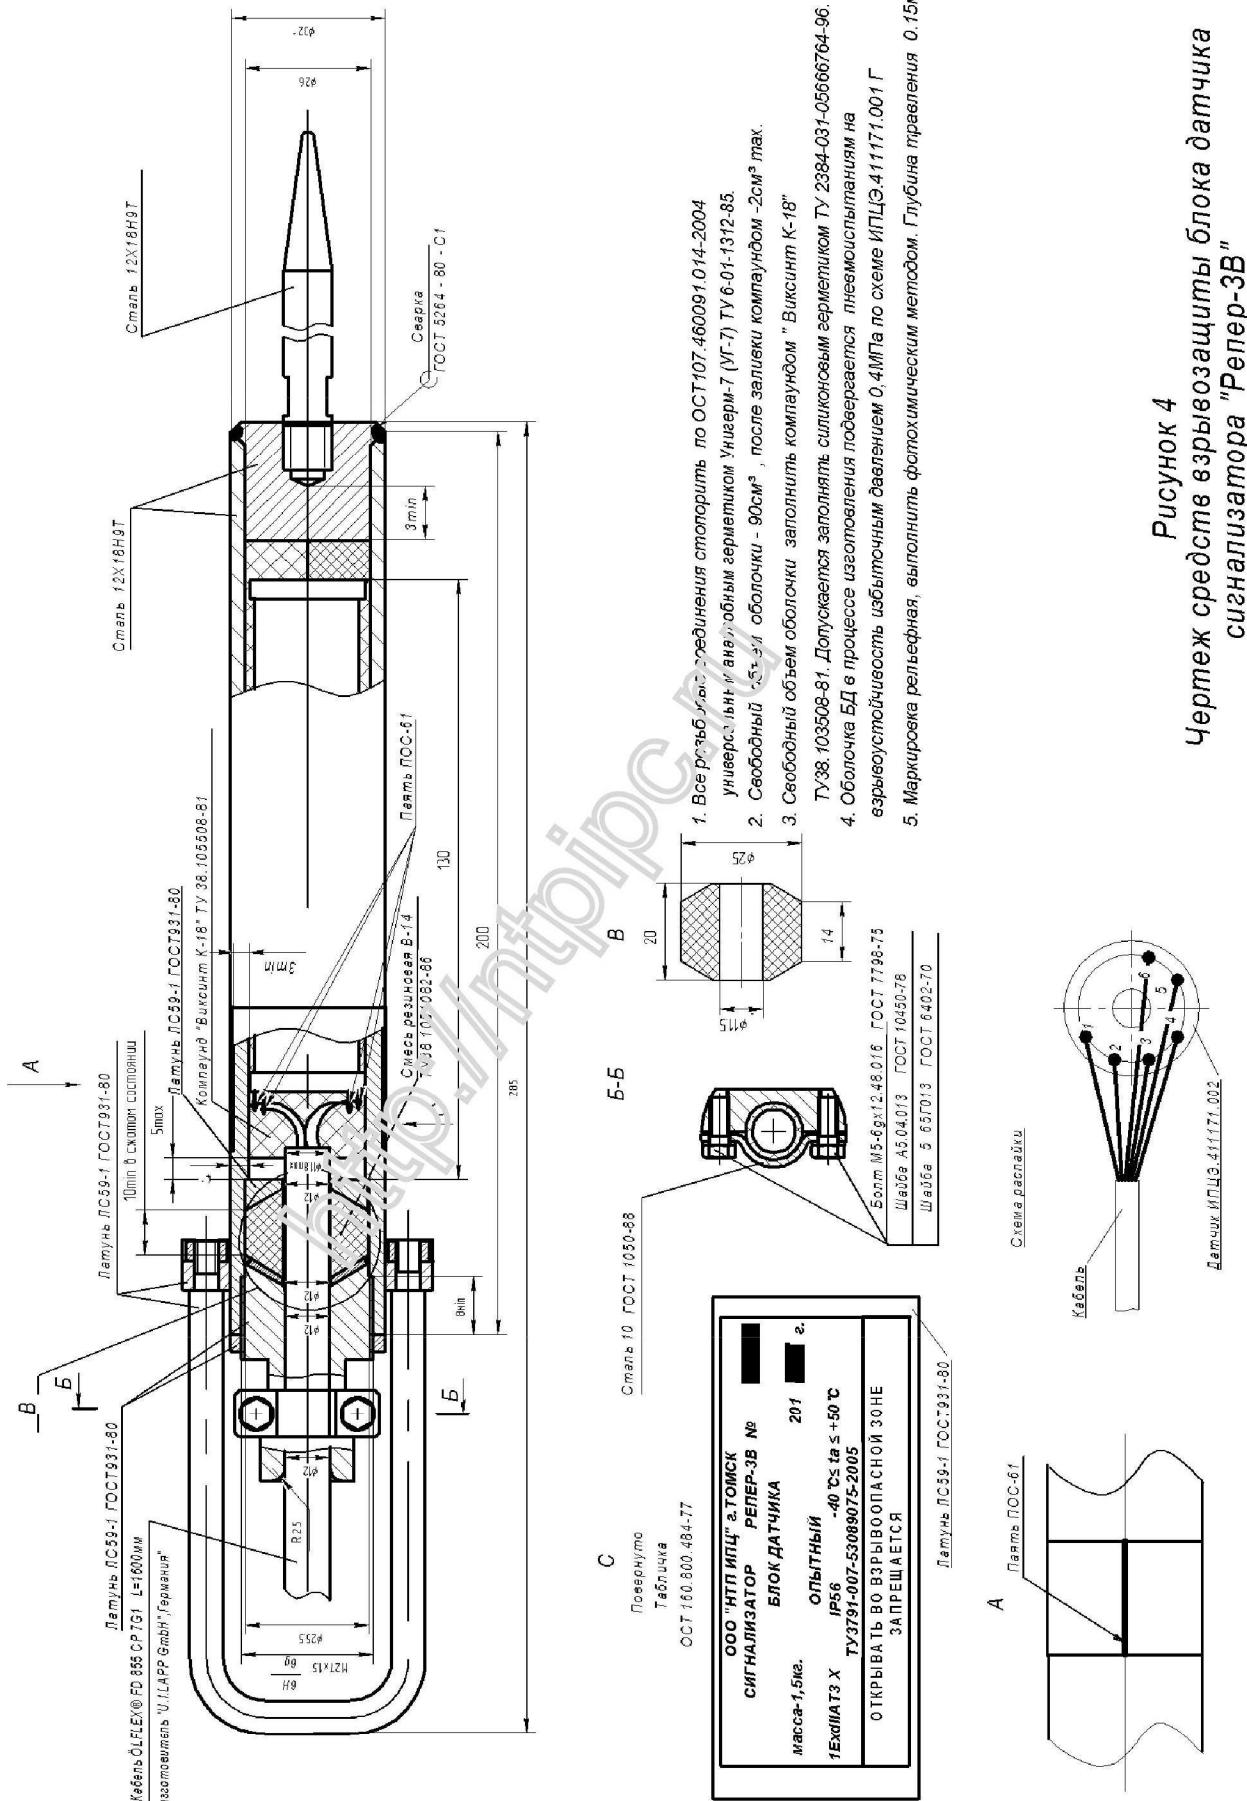

Рисунок 4
1.6.1.2 Взрыв непроницаемость оболочки блока датчика обеспечивается герметизацией полости за счёт сварного соединения, а также обеспечивается герметизацией полости за счёт сварного соединения, а также обеспечивается щелевой взрывозащитой, параметры которой указаны на чертеже средств взрывозащиты (Рис.4). На взрывозащитных поверхностях, обозначенных на чертеже средств взрывозащиты надписью «Взрыв», наличие раковин, трещин, отслоений и других дефектов не допускается.